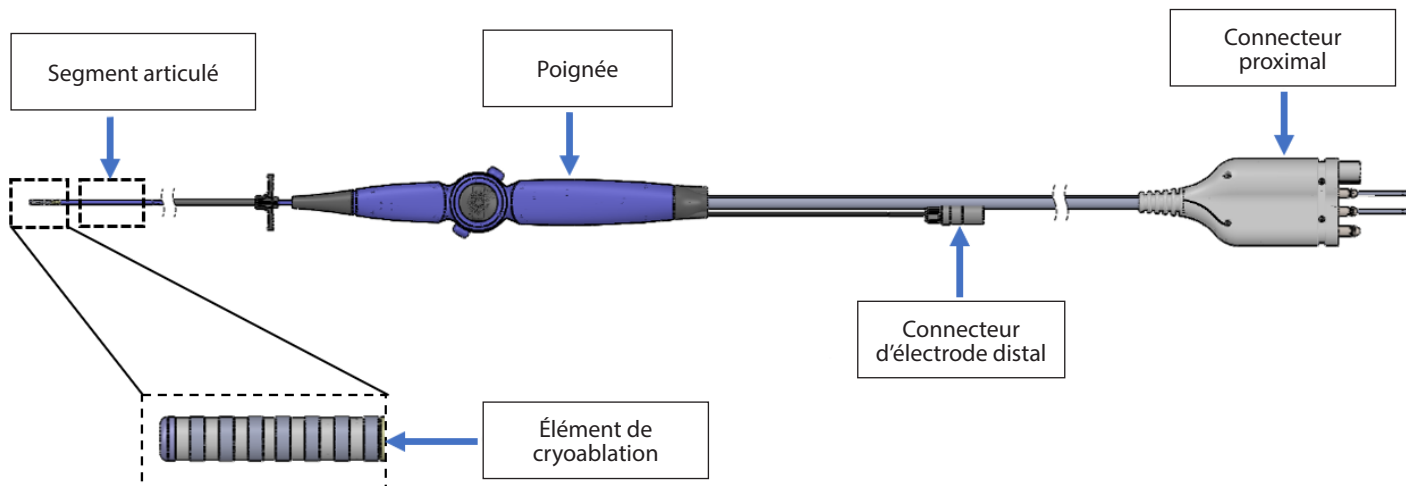

Figure 1 : Cathéter de cryoablation vCLAS™
Le cathéter est raccordé à la console de cryoablation à l'aide du connecteur proximal (**Figure 1**) et du port de connexion de la console, créant ainsi une boucle fermée dans laquelle circule de l'azote cryogène quasi critique (CN2) entre la console et l'élément de cryoablation de 15 mm de long du cathéter. L'élément de cryoablation peut ainsi atteindre des températures cryogéniques et créer des lésions thérapeutiques, transmuraux linéaires et focales. La température de l'élément de congélation est surveillée en permanence par deux thermocouples internes, et affichée sur la console de cryoablation.
L'élément de cryoablation (congélation) du cathéter contient huit (8) électrodes de 1 mm réparties également tous les millimètres (**Figure 1**). Les électrodes assurent l'enregistrement EGM et la stimulation en l'absence de congélation. La surveillance EGM et la stimulation sont réalisées par un système d'enregistrement d'électrophysiologie (EP) autonome. Le système d'enregistrement EP est un dispositif médical autonome utilisé pour l'enregistrement et la surveillance des électrocardiogrammes (ECG) afin de cartographier et de diagnostiquer les tachycardies ventriculaires. Le cathéter est raccordé au système d'enregistrement EP à l'aide du connecteur d'électrode distal et d'un câble adaptateur standard. Les systèmes d'enregistrement EP utilisent une boîte de jonction universelle et des câbles adaptateurs. Le cathéter est compatible avec toutes les boîtes de jonction des systèmes d'enregistrement EP sur le marché.
La partie distale du cathéter (**Figure 1**, segment articulé) permet la déflexion bidirectionnelle de l'élément de cryoablation de 180°, contrôlée par l'actionneur et la molette dans la poignée du cathéter. La molette ajuste la résistance de la déflexion jusqu'au verrouillage de la position à l'angle choisi.